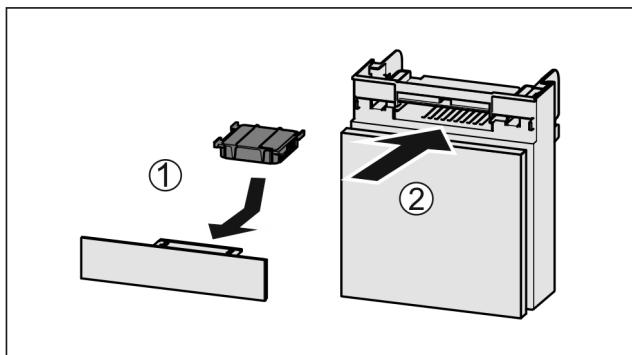

Fig. 47
- Установите фильтр с активированным углем, как показано на рисунке Fig. 47 (1).
- Вставьте отделение Fig. 47 (2).